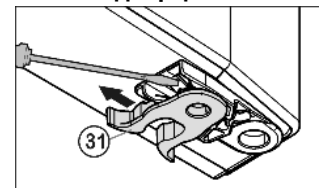

Fig. 9
- ▶ переставить пружинный зажим Fig. 9 (31): Нажать вниз язычок защелки, снять с него пружинный зажим.